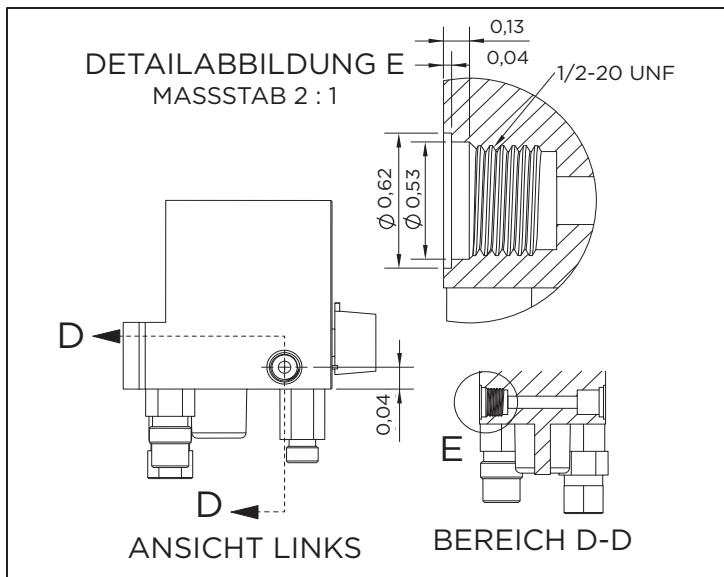

Abbildung 1: Mischmodul Anschluss Detailsicht
3. Das Mischmodul muss über einen primären Auslass auf der rechten Seite, mit den Abmessungen wie in Abbildung 1 dargestellt, verfügen (Nächste Seite).